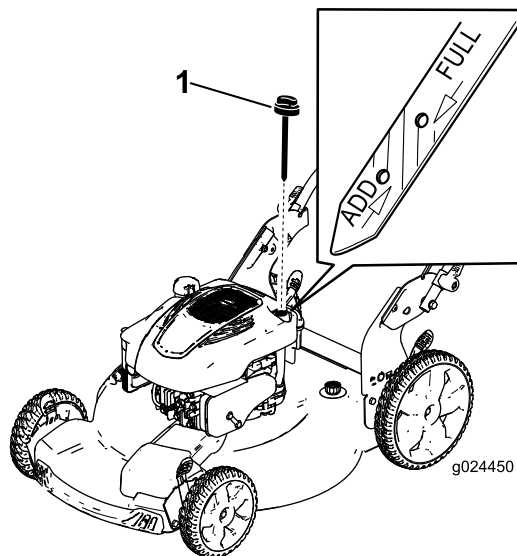

Figure 6
2. Dévissez le bouchon et sortez la jauge (Figure 6).
5. Relevez le niveau d'huile indiqué sur la jauge (Figure 6).